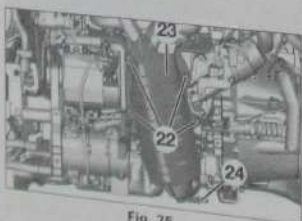

Fig. 75
- les vis (22) (Fig.75),
- l'écran thermique inférieur (23),
- le collier (24).